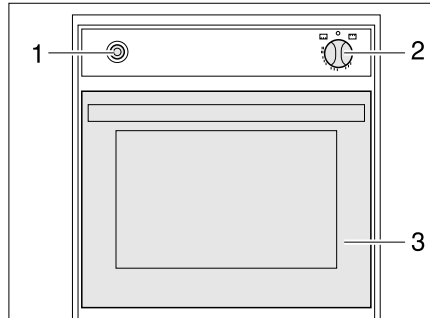

Bild 129 Gasbackofen
- Backofenklappe (Bild 129,3) ganz öffnen.
- Drehregler (Bild 129,2) leicht drücken und auf "🔥" (Backofen) stellen.
- Drehregler (Bild 129,2) drücken und 5 bis 10 Sekunden lang gedrückt halten. Es strömt Gas zum Brenner.
- Zündschalter (Bild 129,1) so oft drücken, bis die Flamme brennt.
- Drehregler (Bild 129,2) auf "0" drehen. Die Flamme erlischt.